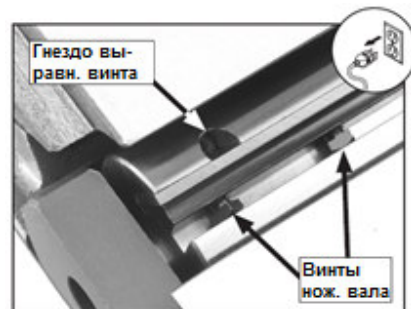

Рис. 39 Доступ к выравнивающим винтам
7. Отрегулируйте высоту ножа: найдите выравнивающие винты через отверстия для доступа в ножевом вале (Рис. 39) и используйте 3-миллиметровый шестигранный ключ, чтобы вращать выравнивающие винты для регулировки ножа по высоте. Когда нож установлен правильно, он едва коснется нижней части линейки или средней колодки шаблона для установки ножа. Слегка затяните винты клина, чтобы просто удерживать нож на месте. Повторите эту же операцию с другой стороны ножевого вала, затем повторите шаги 5-7 с остальными ножами.